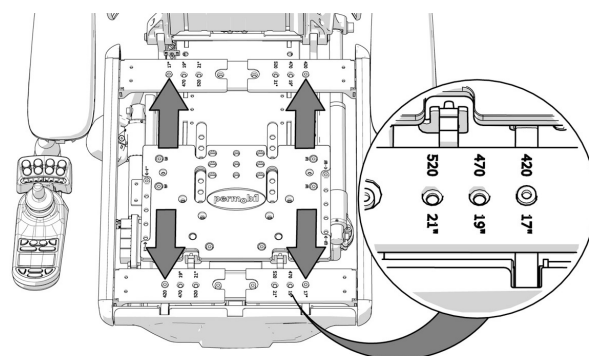

Bild 135. Sitsbredden fixeras av fyra skruvar.
3. Demontera de fyra skruvar som fixerar sitsbredd-inställningen. Se bild. 135.